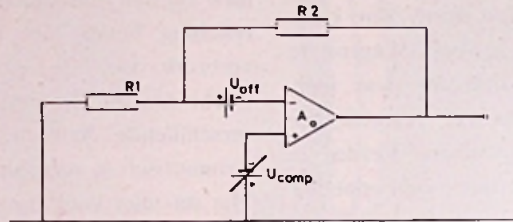

Fig. 3
Formule (7) toont aan dat de offsetspanning ongeveer in dezelfde mate wordt versterkt als de ingangsspanning. De offsetspanning kunnen we eenvoudig compenseren door aan de andere ingang een spanning aan te leggen met gelijke waarde (fig. 3). Daar men voorshands niet weet welke waarde de offsetspanning heeft, dient deze compensatiespanning regelbaar te zijn van negatief tot positief over verscheidene mV.